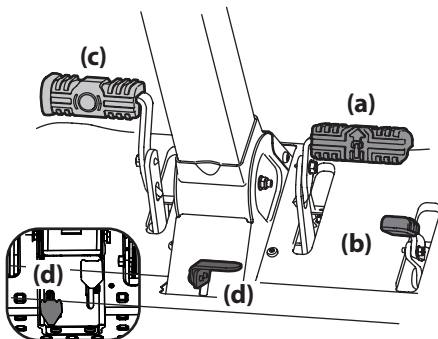

Figure 3-4
2. Pour vous déplacer en marche avant, appuyez doucement sur la pédale de marche avant (a) jusqu'à ce que vous atteigniez la vitesse désirée. Voir Figure 3-4.